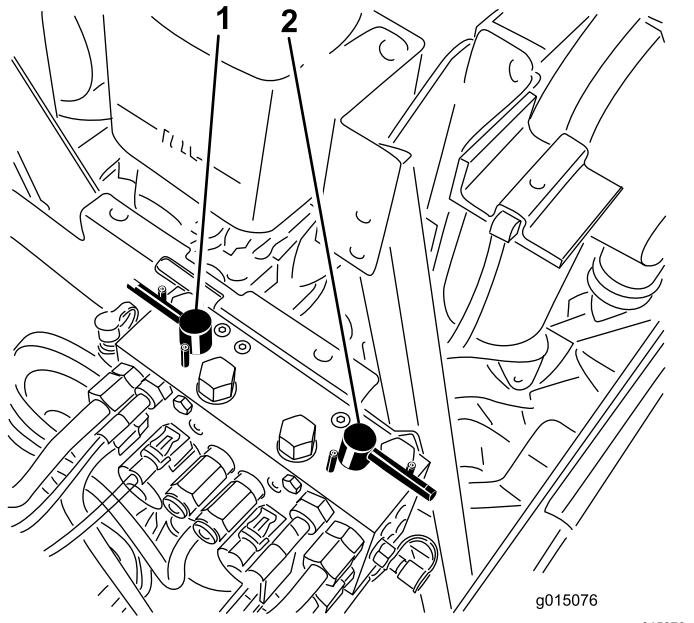

図 76
- バックラップスイッチで前のカッティングユニット又は後ろのカッティングユニット、あるいは両方を選択する図 76。